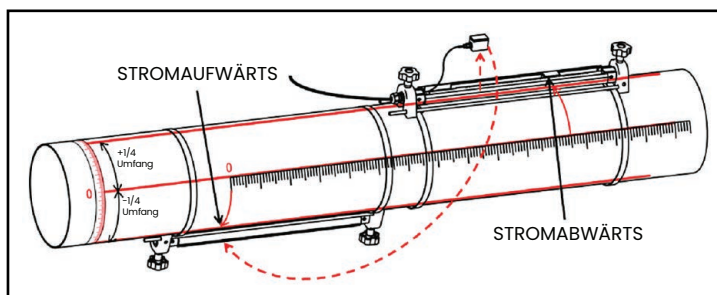

Abbildung 21: 1 Traverse installieren für einen Messkopfabstand >320 mm
Bei einer Montage mit einer Traverse und einem berechneten Messkopfabstand von >320 mm für einen 1-MHz-Messkopf oder 0,5-MHz-Messkopf werden zwei Messkopfschieneen auf den gegenüberliegenden Seiten des Rohres installiert. Um diese Konfiguration zu installieren, beachten Sie *Abbildung 21* unten und führen die folgenden Schritte aus:
- b. Entfernen Sie den vorgelagerten Messkopf von der ersten Vorrichtung (siehe *Abbildung 21* unten). Entfernen Sie das Messkopfkabel und verlegen Sie es in die zweite Vorrichtung.